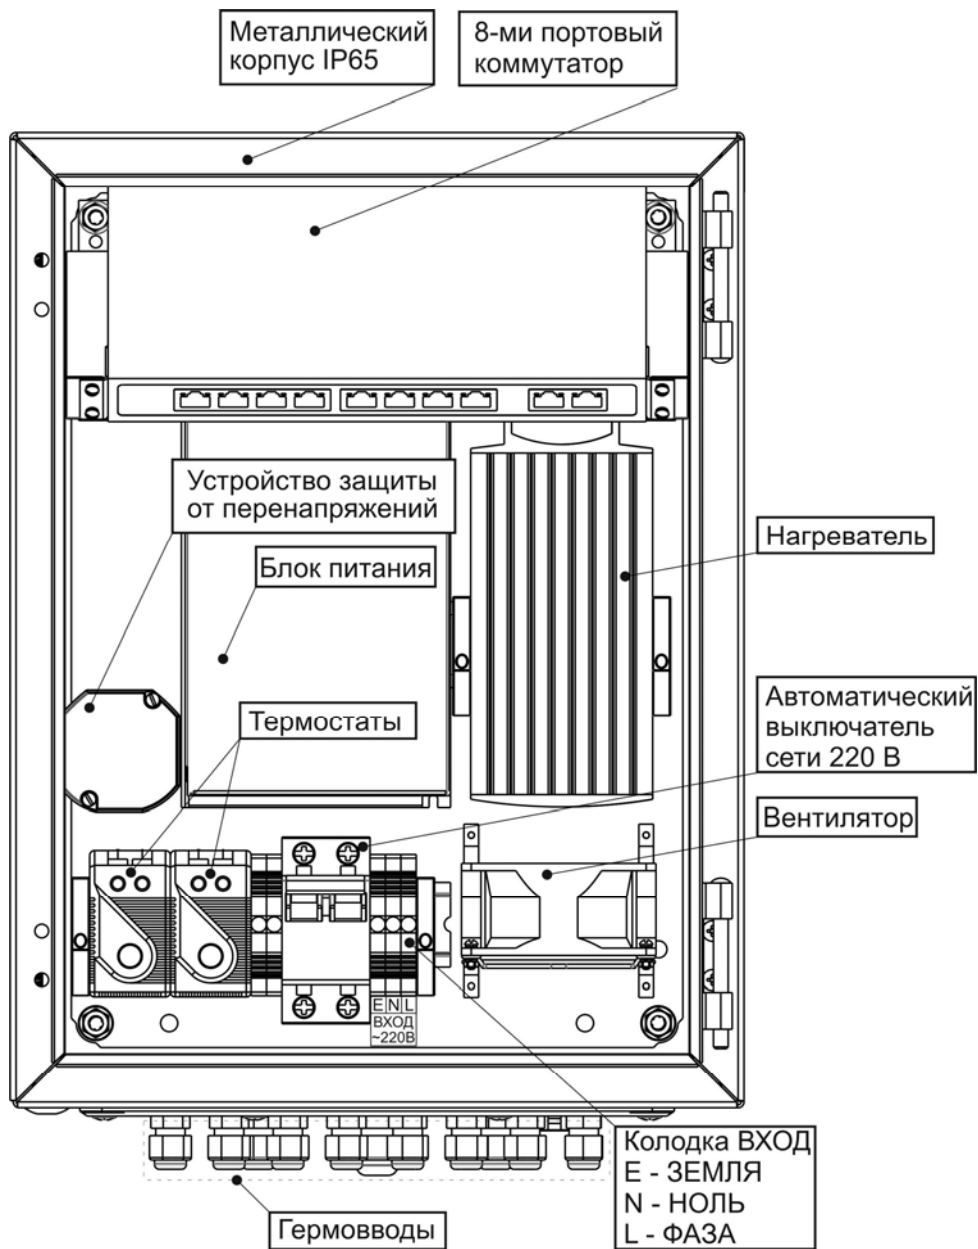

Рисунок 3 - вид изделия с открытой дверцей
При открытой дверце осуществляется доступ к 8-ми портовому коммутатору (далее по тексту: коммутатор), автоматическому выключателю и клеммной колодке ВХОД ~ 220В расположенной на DIN-рейке (см. рисунок 3).
- Провод заземления подключите к клемме E (ЗЕМЛЯ) на колодке «ВХОД» (см. рисунок 3).
- Подключите, соблюдая фазировку, к клеммам колодки «ВХОД» изделия сетевые провода N (НОЛЬ) и L(ФАЗА) (см. рисунок 3).